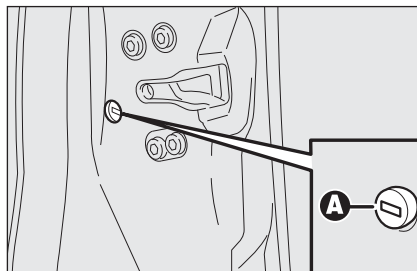

fig. 92
- insérer la tige métallique de la clé électronique dans le logement **A-fig. 92**;
- enlever la clé de son siège **A-fig. 92** et repositionner ensuite le bouchon de protection sur la porte.